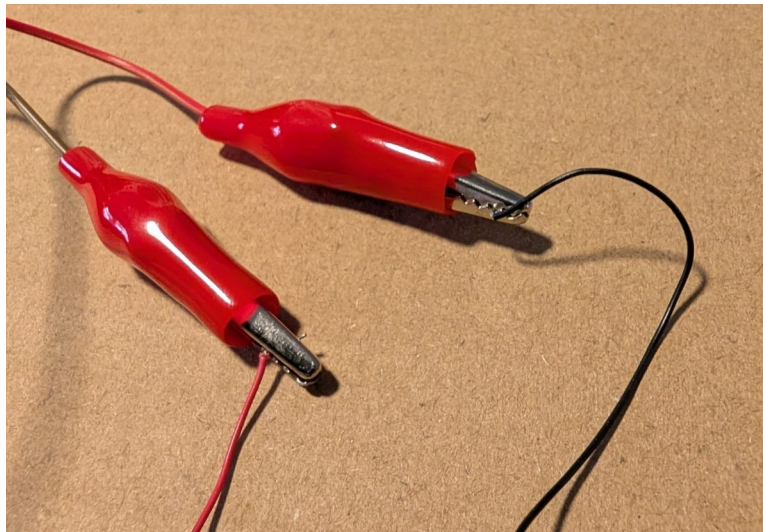

Abbildung 3: Verkabelung
2. **Verkabelung:** Verbinden Sie den Generator mit Kabeln. Die Position der Kabel am Generator ist zunächst egal. Drücken Sie die Krokodilklemmen zusammen, um sie zu öffnen und die Kabel am Metallteil zu befestigen. (Abbildung 3: Verkabelung).